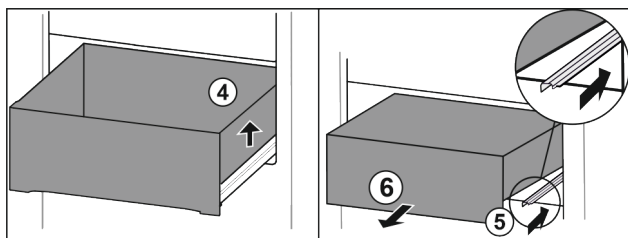

Fig. 69
- ▶ Sollevare il cassetto a destra. Fig. 69 (4)
- ▶ Inserire la guida destra. Fig. 69 (5)
- ▶ Rimuovere il cassetto tirandolo in avanti. Fig. 69 (6)